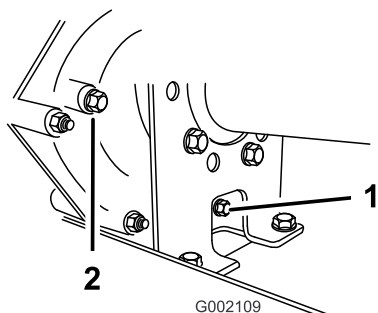
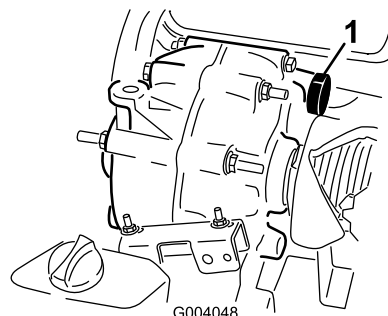

Figura 60
Figura 61
2. Limpie la zona alrededor de los tapones de vaciado y llenado con un trapo (Figura 60).
4. Retire el indicador girándolo en sentido antihorario (Figura 60).
5. Retire el indicador girándolo en sentido antihorario (Figura 60).
6. Instale y apriete el tapón de vaciado y la junta en el orificio de llenado de la transmisión (Figura 60).
7. Llene el depósito (Figura 61) a través del orificio de llenado con aproximadamente 1,4 L del fluido especificado, o hasta que el nivel de fluido de la transmisión esté enrasado con el borde inferior de la rosca. (Figura 60).
8. Instale y apriete el tapón y la junta en el orificio de llenado de la transmisión (Figura 60).
10. Compruebe el nivel de fluido y añada más si el nivel de fluido está por debajo de las roscas del orificio de llenado (Figura 60).